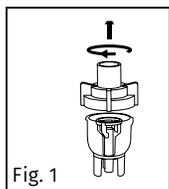

Fig. 1
3. Ruotare con cautela la parte superiore della camera di nebulizzazione in senso antiorario, e staccarla dal fondo. (Fig. 1).